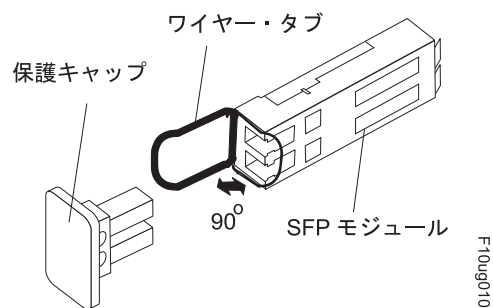

図 90. SFP モジュール・ラッチのアンロック - ワイヤー・タブの場合
- ワイヤー・タブが入っている SFP モジュールの場合は、図 90 に示すように、ワイヤー・ラッチを外側に 90° 引いて SFP モジュールのラッチをアンロックします。